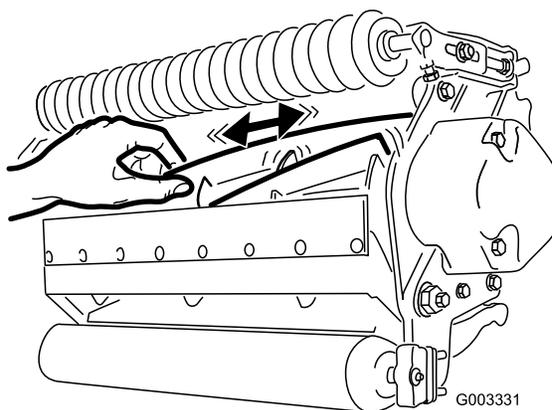

図 26
2. ボロ布を厚く巻くか丈夫なパッドのついた手袋をして、カッティングユニットの刃の部分をつかみ、リールを左右に揺すってガタがあるかどうかを調べる 図 26。